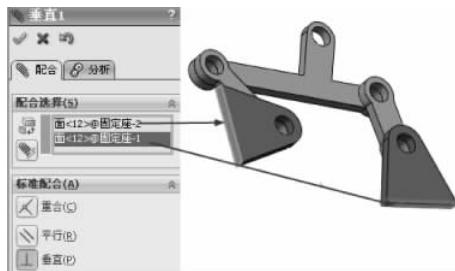

图 3-220 垂直配合
(9) 选择【标准配合】选项组下的【垂直】配合类型  , 在【要配合的实体】选择框  中选择如图 3-220 所示的面, 其他保持默认, 单击【确定】按钮  , 完成垂直配合。